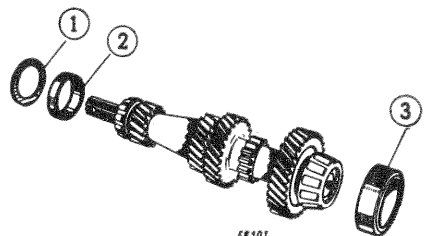

Fig. 70. — Habillage de l'arbre primaire
— les cuvettes (2) et (3) des roulements (fig. 70).